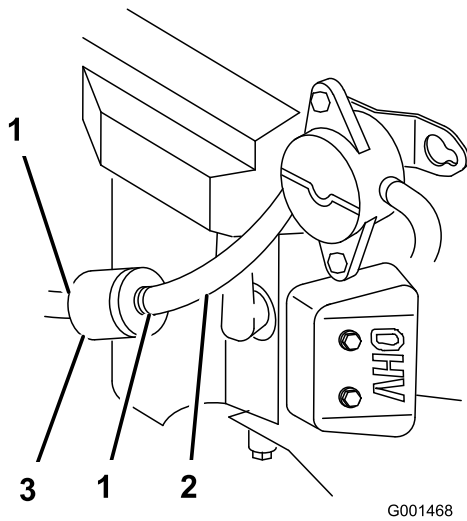

Bild 53
2. Reinigen Sie den Bereich um den Tankdeckel, damit keine Rückstände in den Kraftstofftank gelangen (Bild 53).
4. Drücken Sie die Enden der Schlauchklemmen zusammen und schieben Sie sie vom Filter weg (Bild 53).